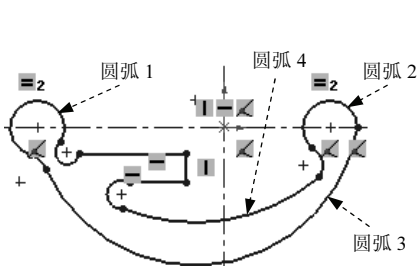

图 2.14.5 添加“重合”约束
Step 2 添加图 2.14.5 所示的“重合”约束。按住 Ctrl 键, 选取图 2.14.5 所示的圆弧 1 的圆心和水平中心线, 系统弹出“属性”对话框, 在 **添加几何关系** 区域中单击
单击 **重合(D)** 按钮；按住 Ctrl 键，选取图 2.14.5 所示的圆弧 2 的圆心和水平中心线，系统弹出“属性”对话框，在 **添加几何关系** 区域中单击 **重合(D)** 按钮；按住 Ctrl 键，选取图 2.14.5 所示的圆弧 2 和圆弧 3 的交点，再选中水平中心线，系统弹出“属性”对话框，在 **添加几何关系** 区域中单击 **重合(D)** 按钮；按住 Ctrl 键，选取图 2.14.5 所示的圆弧 4 的圆心和原点，系统弹出“属性”对话框，在 **添加几何关系** 区域中单击 **重合(D)** 按钮。